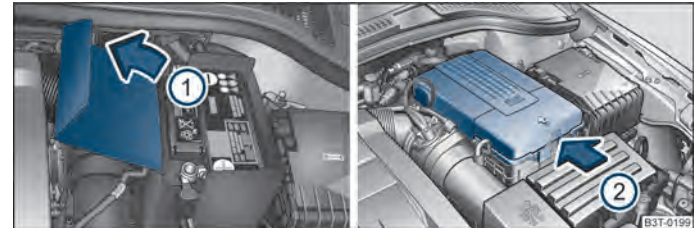

Abb. 176 Motorraum: Polyester-Abdeckung der Fahrzeugbatterie / Kunststoffabdeckung der Fahrzeugbatterie
Die Batterie befindet sich im Motorraum in einer Polyester-Abdeckung ⇒ Abb. 176 - links, bzw. in einer Kunststoffabdeckung ⇒ Abb. 176 rechts - oder im linken seitlichen Fach des Gepäckraums ⇒ Abb. 105.
- Öffnen Sie die Batterieabdeckung in Pfeilrichtung ① bzw. drücken Sie die Verastung an der Seite der Batterieabdeckung in Pfeilrichtung ② ⇒ Abb. 176, klappen Sie die Abdeckung nach oben und entnehmen Sie diese.
Der Rand der Polyester-Batterieabdeckung ⇒ Abb. 176 - links wird bei Arbeiten an der Batterie zwischen Batterie und Seitenwand der Batterieabdeckung eingesteckt.